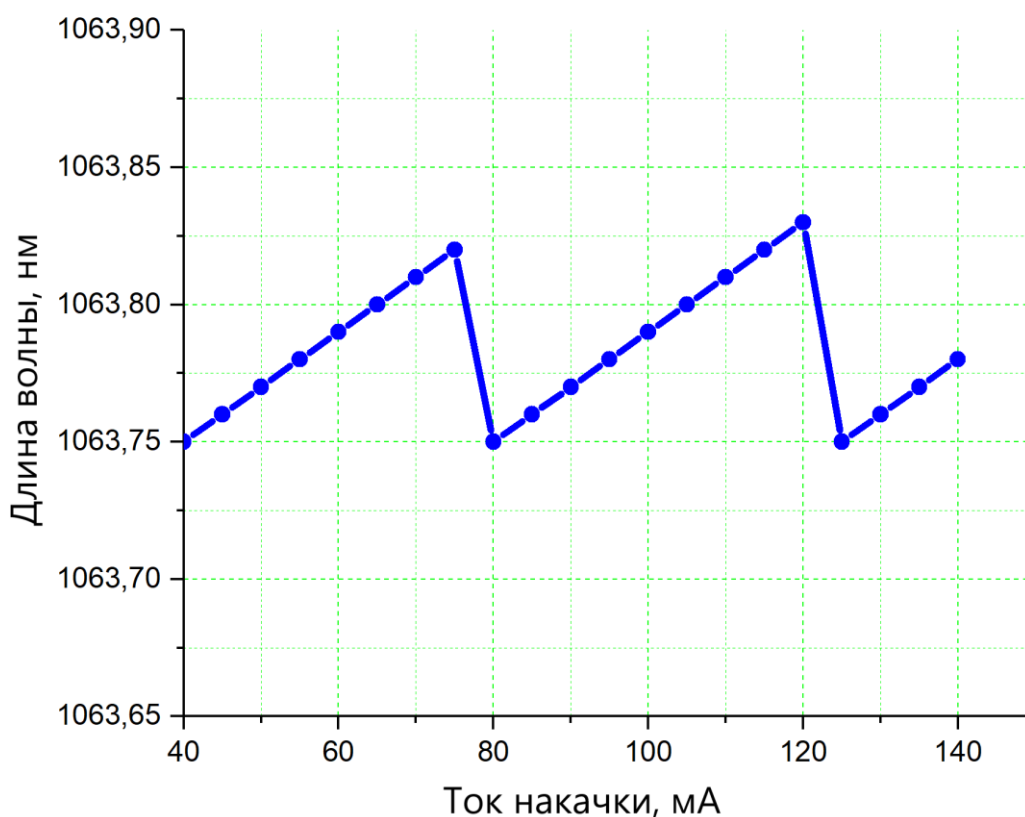

Рисунок 6 – График перестройки длины волны BLD лазерного модуля внутри селективности решетчатой структуры от тока накачки ЛД
Как только установлена подходящая рабочая точка центральной длины волны, длину волны можно настраивать без каких-либо скачков продольных мод (непрерывно настраиваемая) в узком диапазоне (~ 5 ГГц и более, в зависимости от длины волны лазера). Коэффициент зависимости длины волны лазера (λ) от температуры (Т) составляет $\sim 0,08$ нм/°С, а коэффициент зависимости длины волны лазера (λ) от тока накачки (I) составляет примерно от 0.0008 до 0.0015-0.002 нм/мА (см. рисунок 6). Эти значения немного варьируются в зависимости от условий работы. Настройка с помощью изменения тока накачки является наиболее распространенным подходом для непрерывной перестройки, в первую очередь потому, что она легко масштабируется до быстрых скоростей настройки (100-1000 Гц и выше).